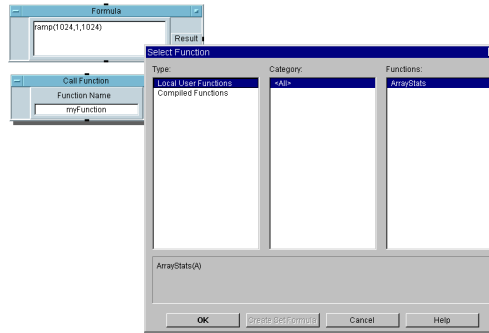

図 7-2. Call myFunction のためのピンの設定
4. [Device] ⇒ [Call] をクリックし、オブジェクト・メニューを開き、図 7-2 に示すように、[Select Function] をクリックします。次に [OK] をクリックします。VEE が、オブジェクトの名前を自動的に変更し、正しいピンを追加することに注目してください。